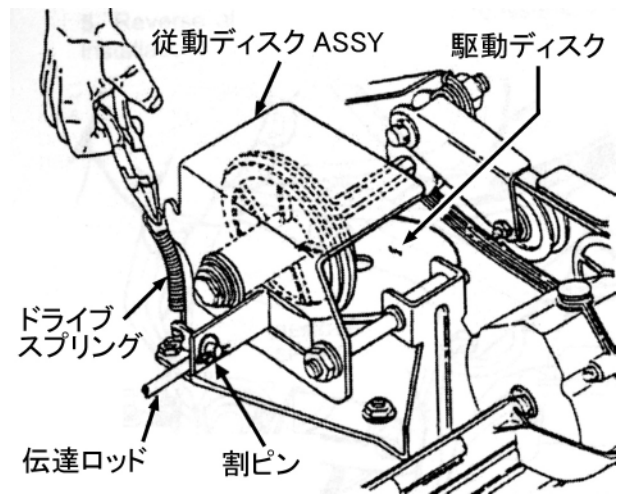

図6-8
2. 従動ディスクAssyからドライブスプリングを外します。(図6-8)